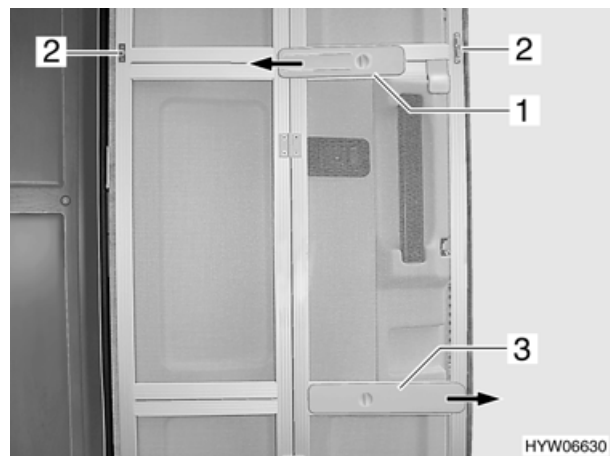

Bild 21 Insektenschutztür, ausgeklappt
- Schiene (Bild 21,1) zur Stabilisierung in Pfeilrichtung schieben.
- Insektenschutztür ganz schließen und Riegel (Bild 21,3) in Pfeilrichtung schieben.
- Schiene (Bild 21,1) entgegen der Pfeilrichtung schieben.
- Insektenschutztür einklappen. Verriegelung (Bild 21,2) greift ineinander.